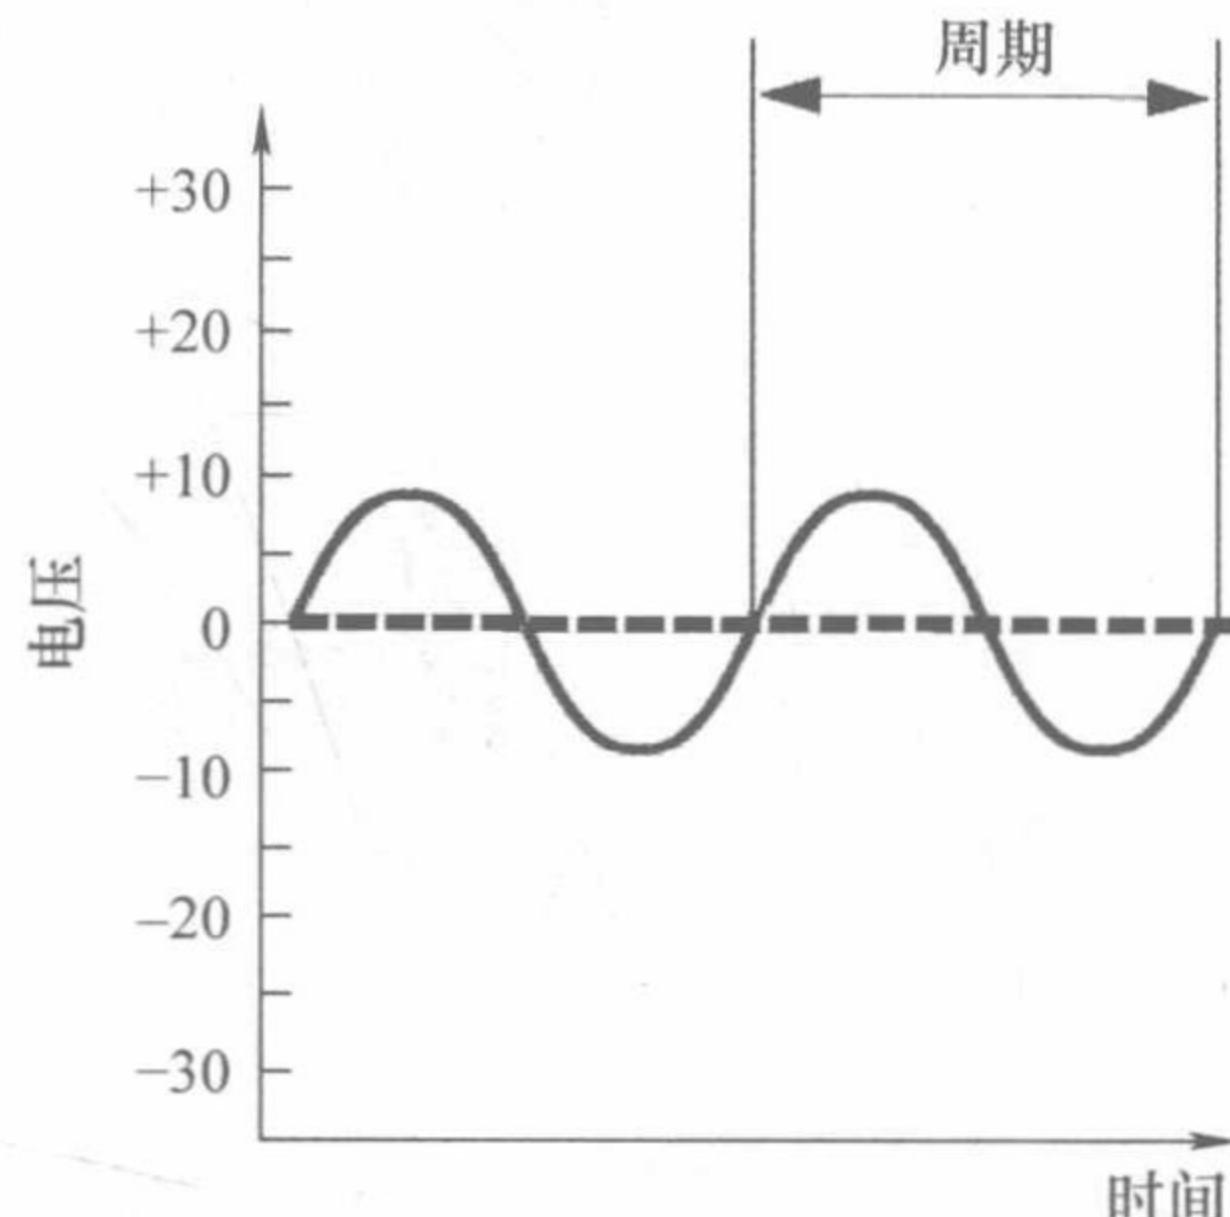

图 1-3 交流电
在交变极性（正或负）的电压作用下电流来回流动便形成交流电 (AC)。交流电不断地改变方向，一会儿朝一个方向（正向），一会儿朝相反的方向，一正一反称为一个周期。如图 1-3 所示，我们常用的是正弦交流电，其周期符合正弦函数的数学特征，因此常用正弦波来表示。